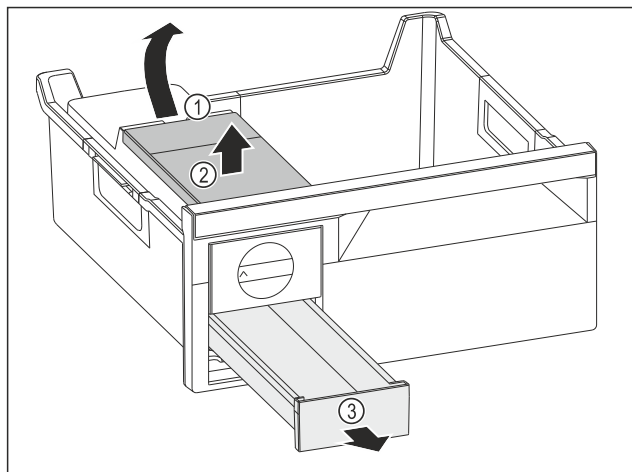

Fig. 211
- Watertank wegnemen: Watertank bij de uitsparing Fig. 211 (1) optillen.
- Watertank Fig. 211 (2) naar boven toe wegnemen.
- Ijsblokjesvak Fig. 211 (3) naar voren toe wegnemen.